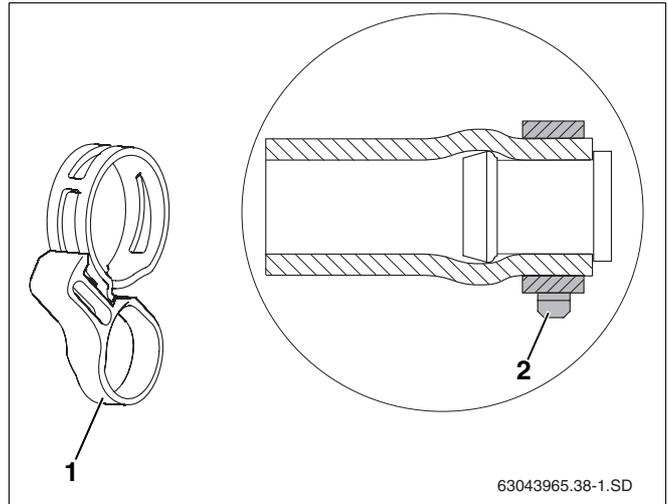

Abb. 17 Federbandschelle mit Sicherungsring und im montiertem Zustand am vormontierten Blindstopfen
- Die korrekte Position der Federbandschelle (Abb. 17, **Pos. 2**) ist unbedingt vor dem Abziehen des Sicherungsringes (Abb. 17, **Pos. 1**) zu gewährleisten. Ein nachträgliches Lösen mit Zangen kann die Spannkraft beeinträchtigen.